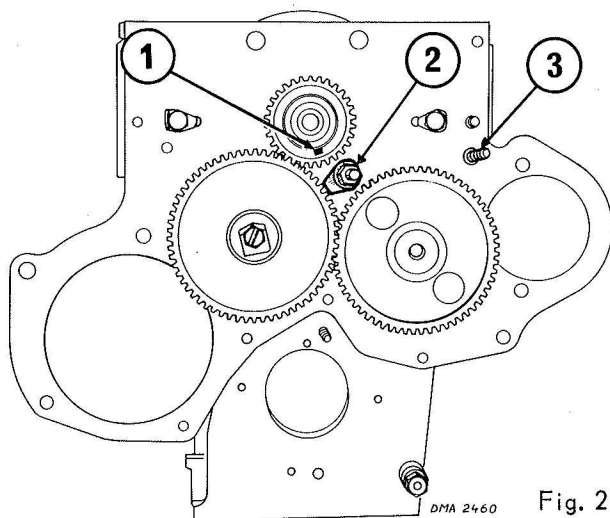

Fig. 2
Récupérer la clavette (1) de la poulie (fig. 2).